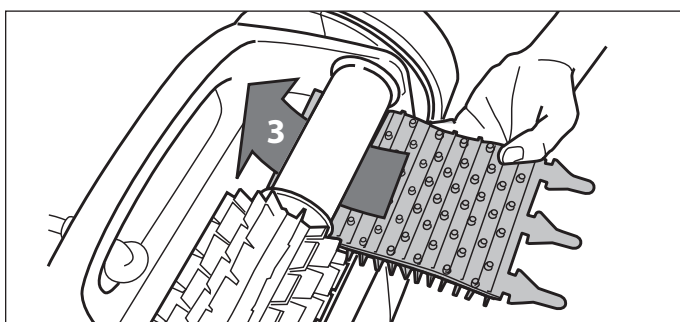

Figure 32. Installer les nouvelles brosses
3. Pour installer une nouvelle brosse, placer la nouvelle brosse sur le rouleau avec les pointes vers le bas. Se référer à la Figure 32.